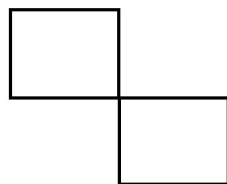

Рис. 1.74: Квадратная восьмерка
10. Запрограммируйте робота для движения по квадратной восьмерке (рисунок 1.74).